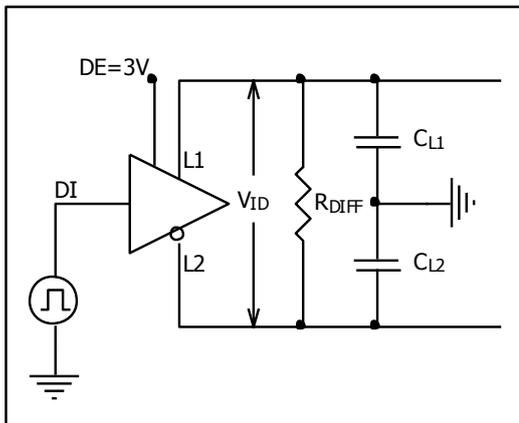
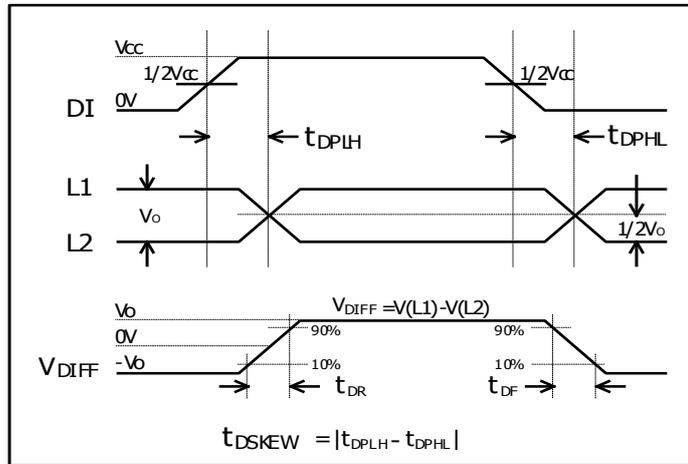

图 3：驱动器开关特性测试负载
图 5：驱动器传输延时
| 驱动器输入到输出                           | tDPLH  | 图 3 和图 5$R_{DIFF}=50\Omega$$C_{L1}=C_{L2}=100pF$     | 250                            | -   | 1000      | nS   |    |
(2) 测试线路见图3、4
(3) 测试线路见图5